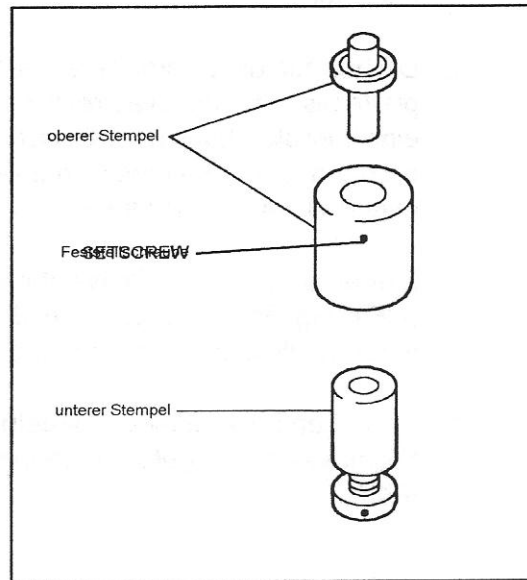

Abbildung 4.3 — Der nichtthermetische Stempelsatz
4. Stellen Sie den unteren nichtthermetischen Stempel (s. Abbildung 4.3) mit dem größeren Ende nach oben in die untere Stempelhalterung.
6. Schieben Sie den oberen nichtthermetischen Stempel gegen die Federspannung nach oben, und ziehen Sie seine Feststellschraube (s. Abbildung 4.3) mit einem 0,05-Zoll-Sechskant-Inbusschlüssel fest.
1. Ziehen Sie den Hebel soweit herunter, daß Sie die Feststellschraube des oberen nichtthermetischen Stempels (s. Abbildung 4.3) erreichen können, lockern Sie diese mit einem 0,05-Zoll-Sechskant-Inbusschlüssel, und nehmen Sie den oberen nichtthermetischen Stempel von dem oberen hermetischen Stempel ab.